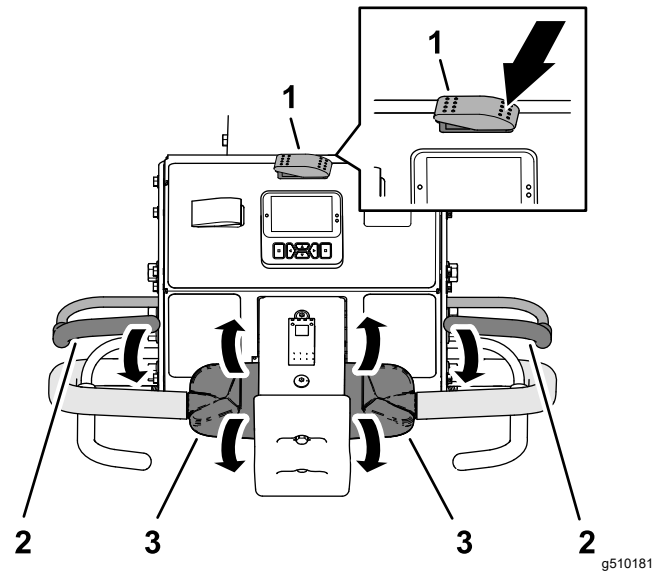

图 76
- 将行驶/打孔开关的左侧按至行驶位置 图 76。
- 握住左侧或右侧手把和操作员到位把手 图 76 将把手向手柄挤靠。